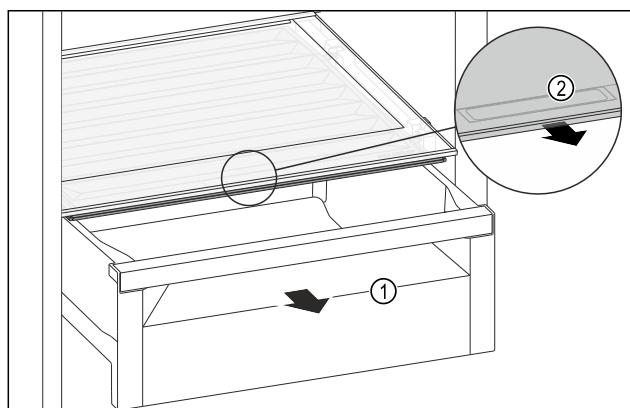

Fig. 137
- Dra ut utdragslådan Fig. 137 (1).
- Ta tag i fördjupningen Fig. 137 (2) på facklocket och dra samtidigt facklocket framåt.